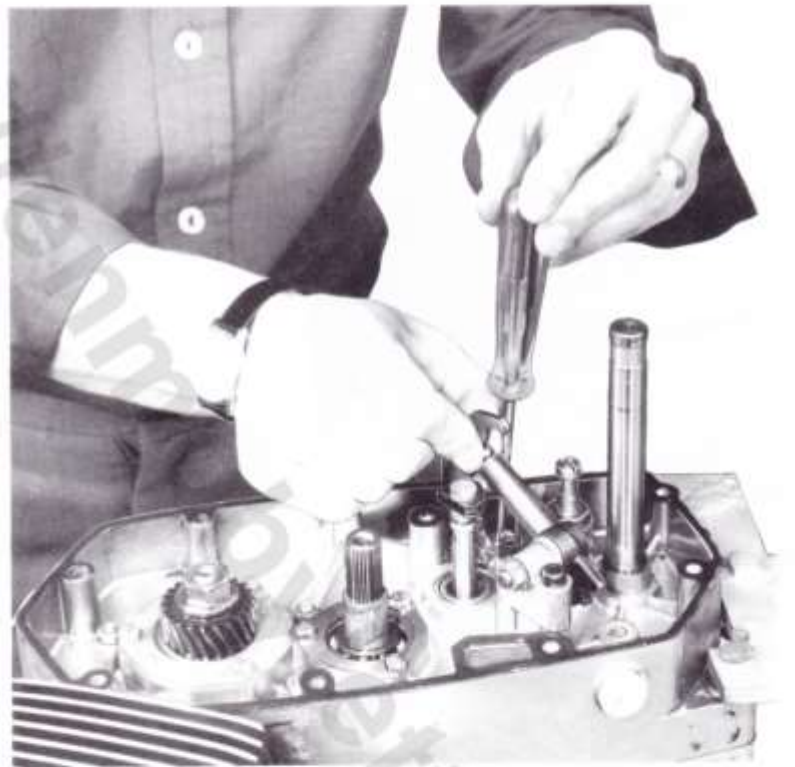

Figure 21
- Engager le ressort dans le canon du rochet, placer la bille $\varnothing 8$ mm, la maintenir avec les doigts et bloquer les deux vis de fixation de la rampe. Centrer correctement la bille sur la rampe. Au besoin, desserrer les deux vis de fixation du rochet de commande pour en modifier la position (figure 21).